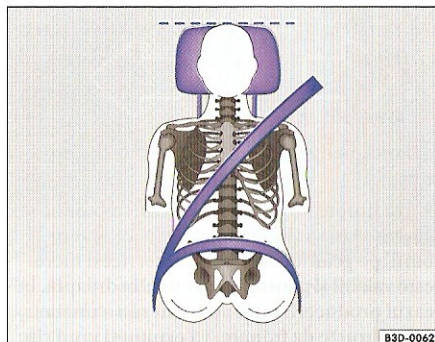
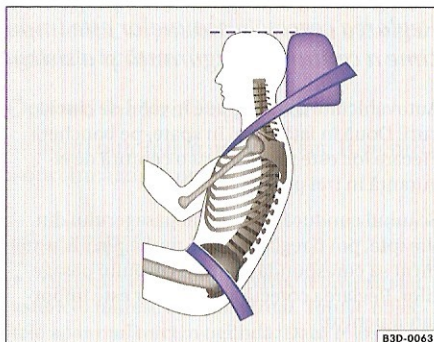

Fig. 42 Văzut din față: tetiere reglate corect și centură dispusă corespunzător.
Fig. 43 Văzut din lateral: tetiere reglate corect și centură dispusă corespunzător.
- Reglați tetierele astfel încât marginea superioară a tetierei să se afle la aceeași înălțime cu partea superioară a capului dvs. - totuși nu mai jos de ochi. Poziționați partea posterioară a capului cât mai aproape de tetieră ⇒ fig. 42 și ⇒ fig. 43.